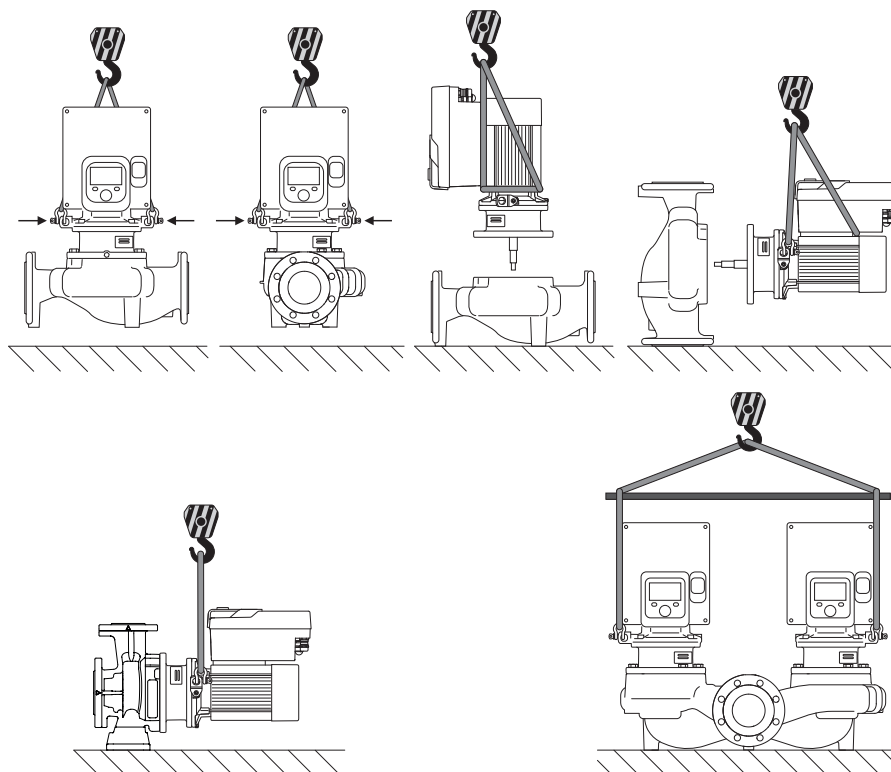

Fig. 6: Løfteretning
Transporten av pumpen skal utføres ved hjelp av godkjent løfteutstyr (f.eks. talje, kran osv.). Løfteutstyret skal festes på transportløkkene som finnes på motorflensen. Skyv løftesløyfer under adapterplaten om nødvendig (Fig. 6).
1. La to transportløgger (Fig. I, pos. 30) være på motorflensen.
2. Fest motor-løpehjulsenhet (Fig. 4) i transportløgkene med egnet løfteutstyr for sikring av denne. For å sikre at ikke enheten vipper, plasser en belteløkke i henhold til Fig. 6 rundt motoren og adapteren til elektronikkmodulen. Ved festing må det unngås skader på elektronikkmodulen.